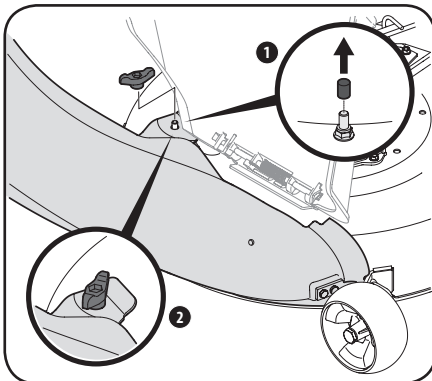

Figure 4-13
2. Fixez le coude de la goulotte au plateau de coupe avec un écrou papillon (720-04122) de l'ensemble de quincaillerie (689-00567). Voir Figure 4-13.
Note : Retirez le capuchon protecteur (si présent) du goujon de montage sur le plateau de coupe. Voir Figure 4-13.